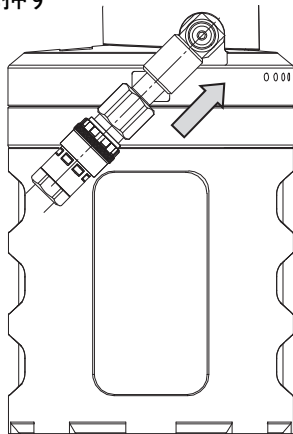

図 4-3
この時の ON-OFF バルブは ON の状態。(P.8 図 4-3 参照)
- ① 圧縮空気を供給する。(ON-OFF バルブを開く)(図 4-3)